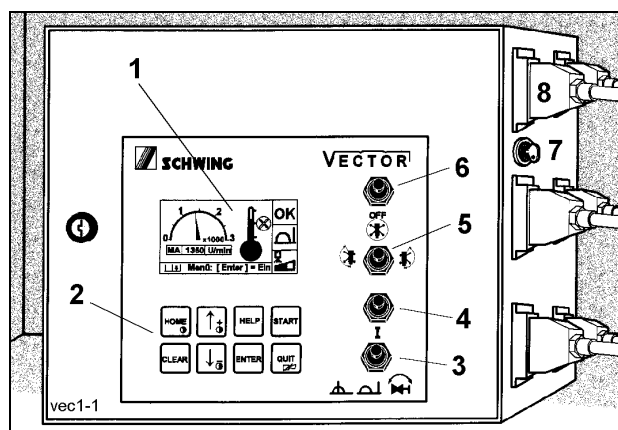

Fig. 2
- Arrancar el control por medio del pulsador 4 (Fig. 2).